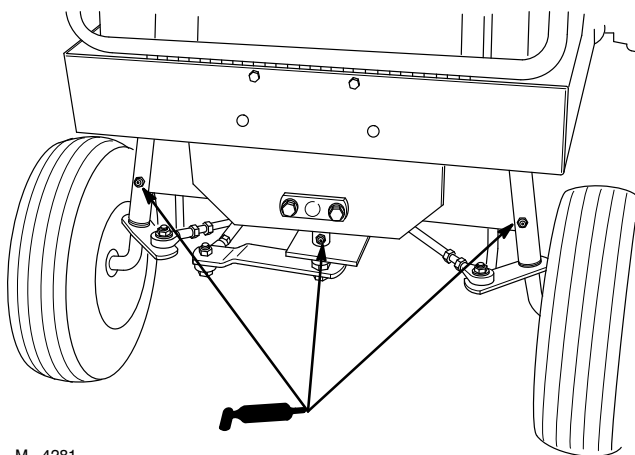

Figure 22
2. Lubrifier les fusées, l'arbre de direction et son pivot (Fig. 22).